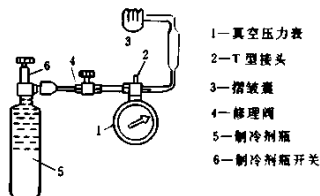

图 2-4-25 温控器充加制冷剂连接示意图
(1) 卸下温控器,切去感温管的封口,焊上有螺母的毛细管,接上修理阀。
(2) 感温套上保护架后,充入 0.5~0.7MPa 的氮气,放入水中仔细检漏;或将感温包分别放入温差在摄氏十几度的不同水中,根据波纹管或膜片随温度变化发生的伸缩位移情况来检漏。漏孔焊好后,应再重查一次。
(3) 进行干燥抽真空,温度控制在 80~100℃。
(4) 将感温器装回机架,开始充注制冷氟甲烷或 R₁₂。室温 25℃ 时,将旋钮拨在中间位置,向感温管内充入 0.43MPa 的制冷剂饱和气体,然后从修理阀处慢慢往外放气,当压力下降到 0.3MPa 时为止。以后压力再升高,但不必再放出。其连接方法如图 2-4-25 所示。
(5) 在距离温控 25cm 左右处切断、夹紧,仔细检查切口确无漏气后,用锡焊封口。